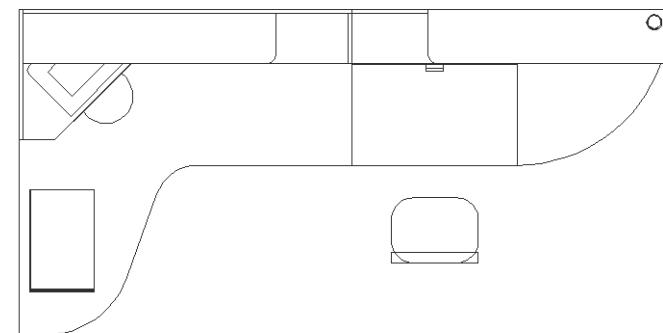

Рис. 12.11 ▼ Контур кресла после сопряжения углов большого прямоугольника
12. Запустите инструмент **Сопряжение** (Fillet) и введите в командном окне **Радиус** (RADIUS) или просто **д** (R) для изменения радиуса сопряжения.
13. В ответ на запрос AutoCAD задать радиус сопряжения введите **100**. AutoCAD предложит выбрать первый из двух сопрягаемых объектов либо выбрать другой режимы работы. Введите **Плиния** (POLYLINE) или просто **п** (P) для перехода к сопряжению полилинии.
14. AutoCAD предложит выбрать двухмерную полилинию. Щелкните на большом прямоугольнике. Все его углы будут тут же сопряжены с радиусом 100 мм (рис. 12.11).